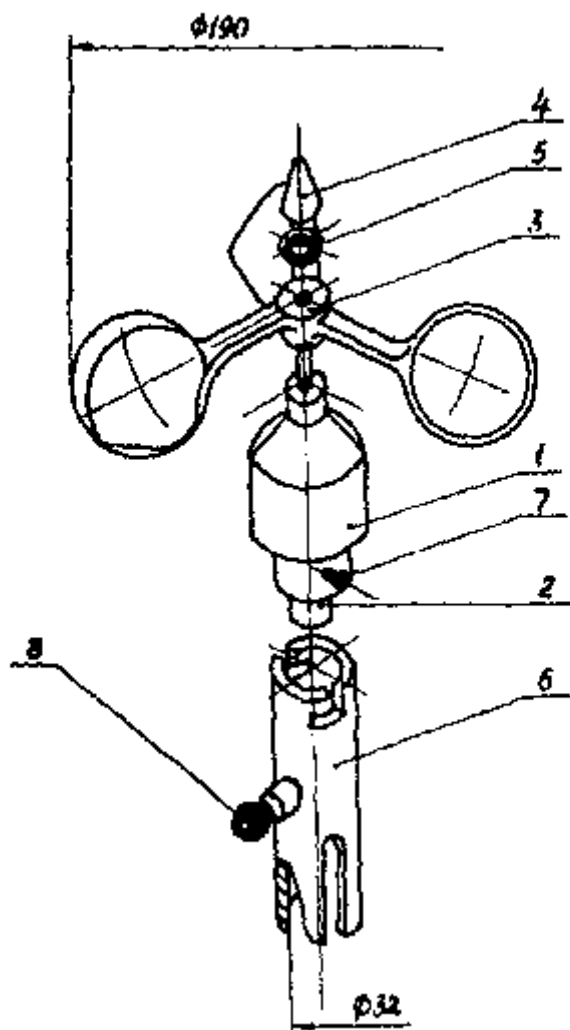
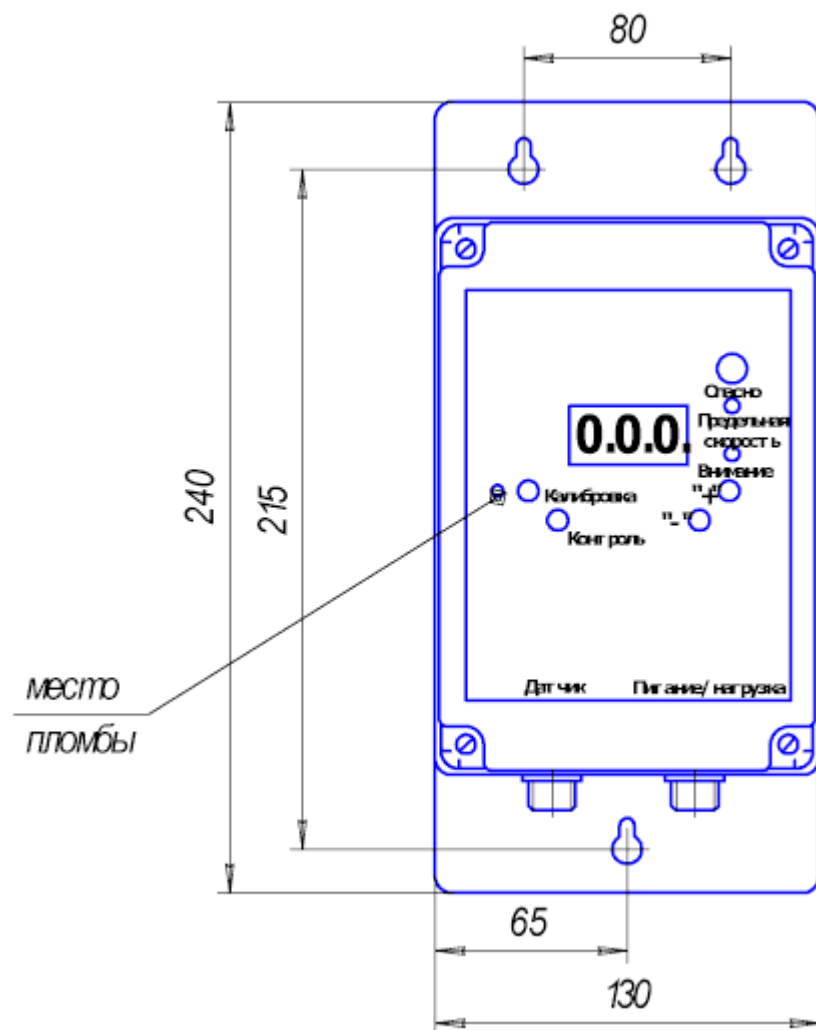

Рис.1
Рис. 2
2.17. Установочные и присоединительные размеры приведены на рис. 1 и рис. 2
4.1. Анемометр (см. рис. 1, 2) состоит из датчика скорости ветра, блока контроля, кабеля (соединительного, питания и нагрузки)
4.2.1. Датчик скорости ветра (Рис. 1) состоит из преобразователя 1, в нижней части которого находится разъем 2 для подключения соединительного кабеля. На ось преобразователя устанавливается крыльчатка 3 и фиксируется
4.2.2. Блок контроля (Рис.2)
На передней панели расположены трехразрядное цифровое табло; световые индикаторы: «ОПАСНО», «ПРЕДЕЛЬНАЯ СКОРОСТЬ», «ВНИМАНИЕ»; звуковой сигнализатор; кнопки «КОНТРОЛЬ», «КАЛИБРОВКА», «+», «-». После заводской регулировки прибор опечатан. Место установки пломбы поз.1 на рис. 2
6.1.2. Произвести сборку датчика скорости ветра, для чего к разъему - 2 датчика - 1 (Рис. 1) подсоединить соединительный кабель, предварительно пропустив его через трубу - 6, и закрепить корпус преобразователя к трубе двумя винтами - 7; затем установить на ось преобразователя - 1 крыльчатку - 3 и закрепить ее специальной конической гайкой - 4, предварительно установив уплотнительную шайбу - 5
6.1.3. Проверить исправность блока контроля и работу совместно с датчиком, для чего: подключить кабель к разъему блока контроля, вилку кабеля питания включить в сеть 220 В (при питании постоянным током подключить провода питания к сети ± 24 В или ± 12 В). Проверить значения уставки по предельной скорости ветра и функционирование сигнализации. Для этого нажать кнопку «КОНТРОЛЬ» (рис.2. На табло высветится значение уставки и произойдет срабатывание сигналов «ВНИМАНИЕ», «ПРЕДЕЛЬНАЯ СКОРОСТЬ», «ОПАСНО». Убедившись в исправности, отжать кнопку «КОНТРОЛЬ» Время нажатия не должно превышать 3сек